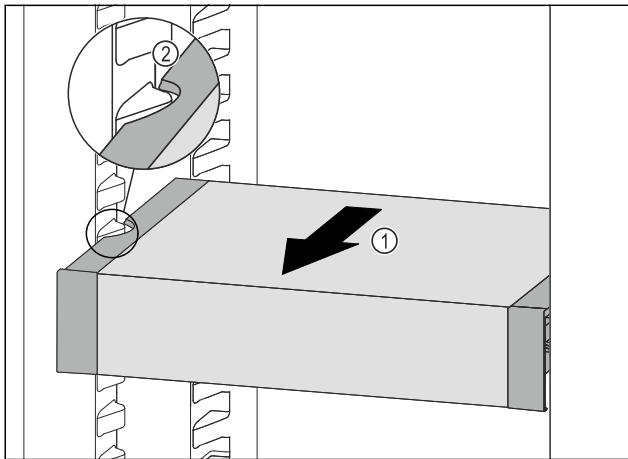

Fig. 159
- Tirer le VarioSafe vers l'avant Fig. 159 (1) jusqu'à ce que les encoches latérales du VarioSafe se trouvent au niveau de la nervure du bac dans la partie réfrigérateur. Fig. 159 (2)